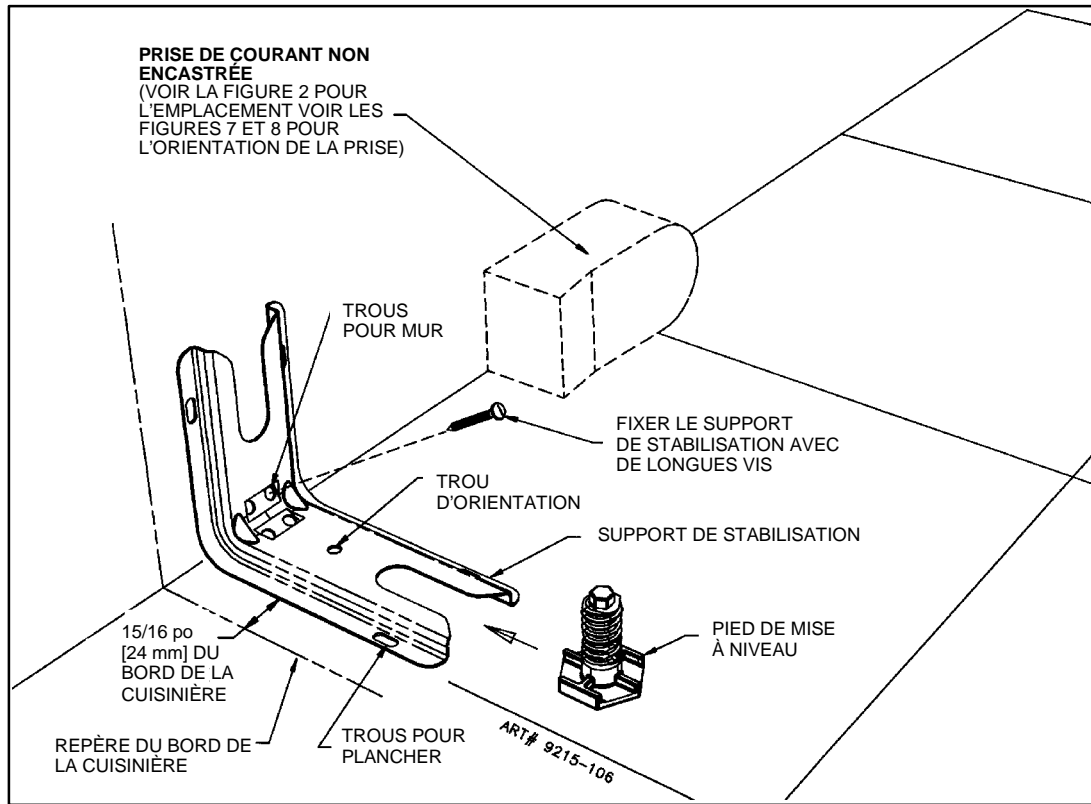

FIGURE 4
Emplacement du support de stabilisation (voir figure 4)
Si la prise de courant doit être montée tel que le représente la figure 4, la cuisinière ne pourra pas être poussée contre le mur.
B. Placer le support à 15/16 po (24 mm) de la marque " BORD " en allant vers le centre de l'ouverture et contre le mur arrière tel qu'indiqué à la figure 4, le trou d'orientation étant sur le plancher.
C. Utiliser le support comme gabarit et marquer l'emplacement de tous les trous pour le type de matériau sur lequel le support doit être fixé, tel qu'indiqué à la figure 4.